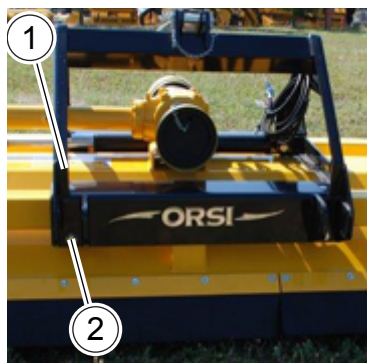

Fig.31
- Sollevare il gruppo spostamento fino a portare l'attacco (1, "Fig.31") all'altezza della struttura. Avvitare le viti (2, "Fig.31") per fissare il gruppo di spostamento alla struttura.
- Lift the side shift unit up to bring the linkage (1, "Fig.31") to the height of the structure. Tighten the screws (2, "Fig.31") to fix the side shift unit to the structure.
- Soulever le groupe déplacement jusqu'à porter l'accrochement (1, "Fig.31") à la hauteur de la structure. Visser les vis (2, "Fig.31") pour fixer le groupe de déplacement à la structure.
- Heben Sie die Seitenverschiebung bis der Angriff (1, "Fig.31") zur der Höhe der Struktur. Ziehen Sie die Schraube (2, "Fig.31") um der Verschiebungseinheit an Struktur zu fixieren.
- Levantar el grupo desplazamiento hasta llevar la conexión (1, "Fig.31") a la altura de la estructura. Atornillar los tornillos (2, "Fig.31") para fijación del desplazamiento a la estructura.
- Levantar o grupo de deslocamento até ao acoplamento (1, "Fig.31") estar à altura da estrutura. Apertar os parafusos (2, "Fig.31") para fixar o grupo de deslocamento à estrutura.